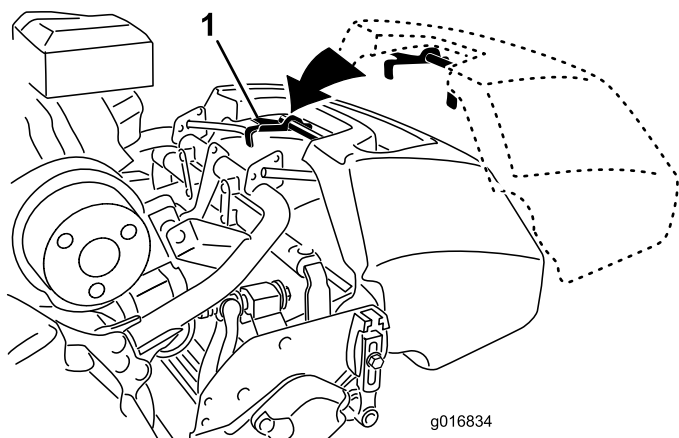

図 9
- フレームループの上からバスケットを取り付ける 図 9。
- バスケットのハンドルをつかむ 図 9。
- バスケットのリップ部をカッティングユニットの左右のサイドプレートの中央部に合わせて前ローラの上にセットする 図 9。